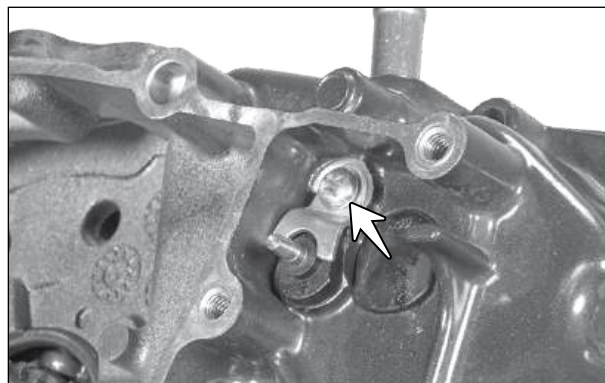

Fig. 3.123
- Remova o parafuso M5x8 (seta) de fixação da placa de fixação do interruptor de neutro e remova a placa de fixação. (Fig. 3.123)